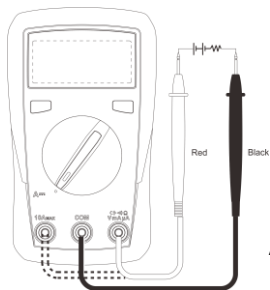

Abbildung 3
6. DC-Messung (siehe Abbildung 3)
7 AC-Messung (nur für UT131A, siehe Abbildung 3)
Siehe Abschnitt 6 „Gleichspannungsmessung (siehe Abbildung 3)“.